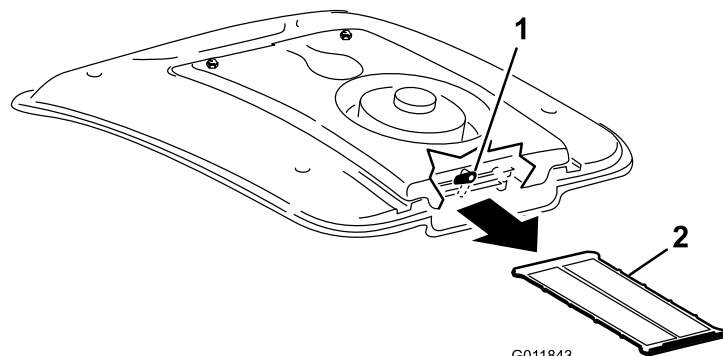

図 105
2. ファンマウントの後部についているラッチを上に戻して横向きにする(図 105)。
3. エアコンコイルからスクリーンを引き出す(図 105)。
4. スクリーンを圧縮空気ですすいで洗淨する(図 105)。